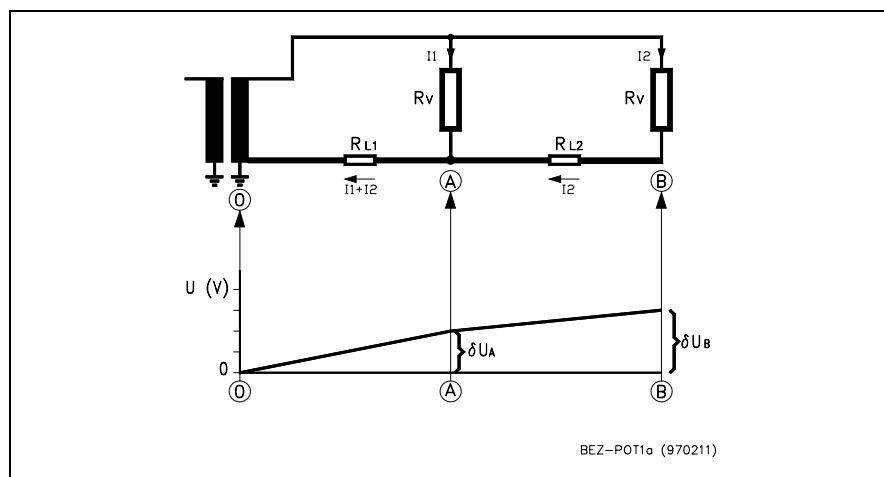

Figure 4: Potentiels locaux de référence lorsqu'ils sont reliés par un conducteur
La figure 4 montre sur un exemple simple, la relation qui existe entre des potentiels locaux de référence lorsqu'ils sont reliés par un conducteur.
Le circuit qui est représenté sur la figure 4 est constitué d'un transformateur qui génère un courant électrique au point (0) et de deux récepteurs (A) et (B).
Figure 5 Potentiels locaux de référence lorsqu'ils sont reliés directement à la terre. R_{E1} et R_{E2} symbolisent les impédances entre les différents points de mise à la terre. Il existe bien ici des différences de potentiels entre les différents points, mais elle ne sont pas réparties de manière linéaire comme dans le cas de la figure 4.